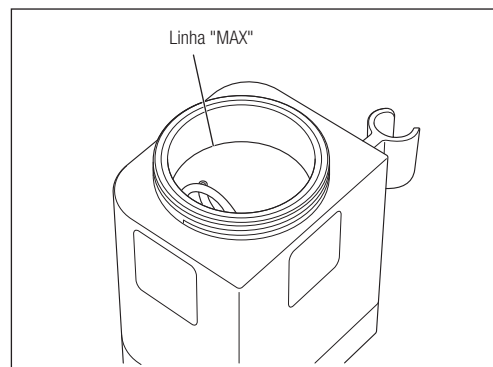

Fig. 23
- 1) Selecione a câmara e o pó a utilizar com este modo. Encha a câmara com pó até à linha "MAX" (aproximadamente 80 g de FLASH pearl ou aproximadamente 50 g de pó Perio-Mate) (Fig. 23).